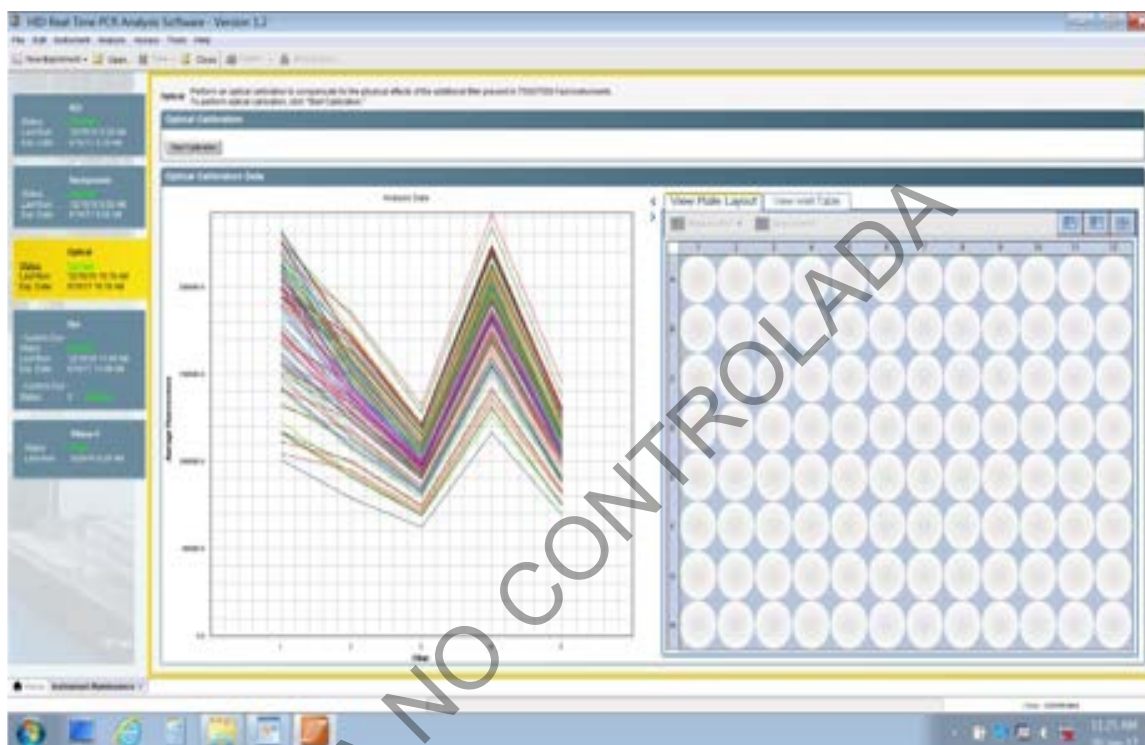

Figura 26. Pantalla con las diferentes opciones de calibración, mostrando la alternativa de Optical
**7.4.3.3** Seleccione la opción **Optical** que aparece en el menú de la izquierda de la pantalla y seleccione **Start Calibration**. Ver figura 26